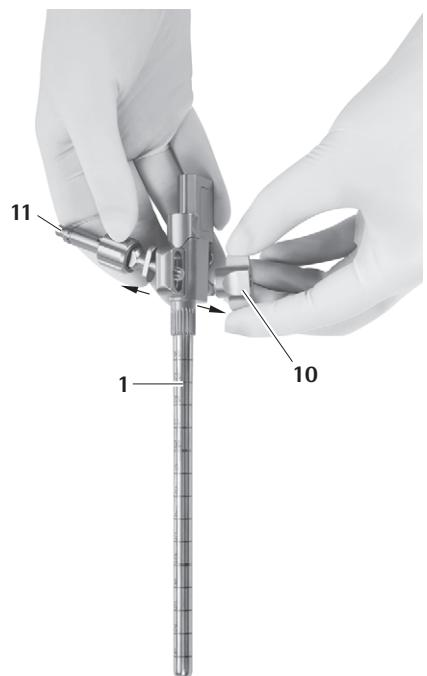

Fig. 13
- Remover o adaptador de braço de suporte 11, ver Fig. 13.